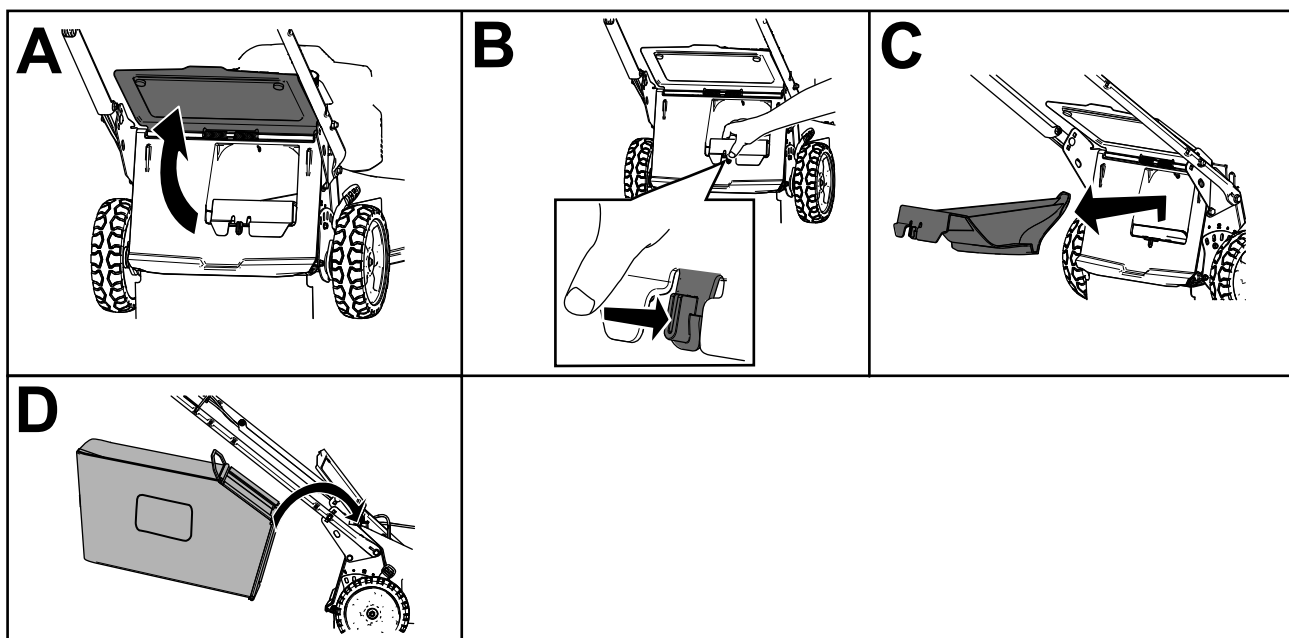

Figura 15
2. Ridicai i meninei ridicat deflectorul spate (A din Figura 15).
3. Îndepărtați capacul evacuării posterioare prin împingerea înăuntru cu degetul a clichetului i îndepărtarea capacului de pe mână (B i C din Figura 15).
4. Instalai capetele tijei sacului în canelurile de la baza mânerului i deplasai sacul înainte i înapoi, pentru a vă asigura că ai fixat capetele tijei sacului pe părțile inferioare ale celor două caneluri (D din Figura 15).
3. Scoateți tija sacului pentru iarbă din canelurile de la baza mânerului (A din Figura 15).
4. Montați capacul evacuării (B din Figura 15).
5. Coborâți deflectorul spate (C din Figura 15).